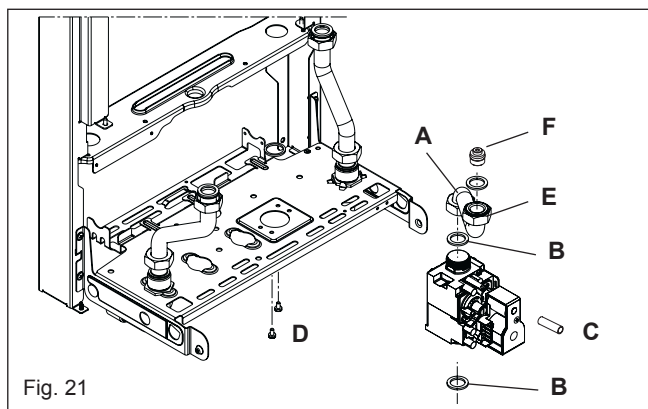

Fig. 21
6.9 GAS VALVE (fig. 21)
6.10 INJECTOR (fig. 21)